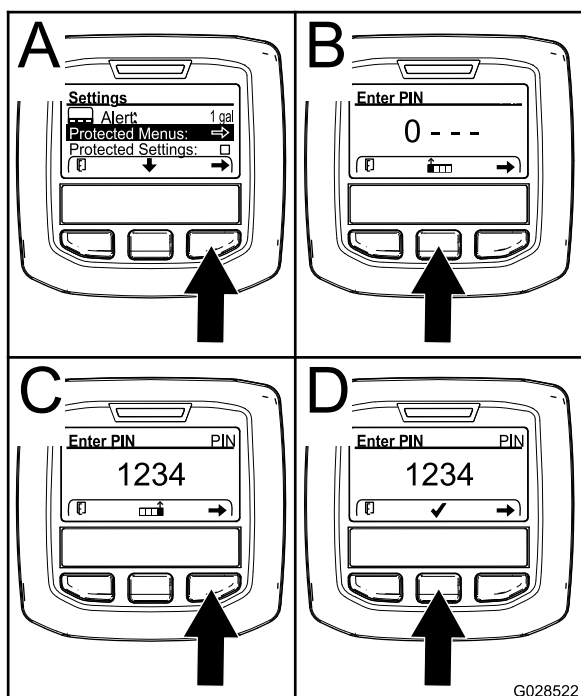

Figure 61
- Appuyez sur le bouton de sélection central (B de Figure 61) pour augmenter la valeur numérique (0 à 9).
- Appuyez sur le bouton de sélection droit (C de Figure 61) pour amener le curseur à la valeur numérique suivante à droite.
Remarque: Une coche s'affiche alors au-dessus du bouton central (D de Figure 61).
- Appuyez sur le bouton de sélection central (D de Figure 61) pour saisir le mot de passe.
- Appuyez sur le bouton de sélection droit pour sélectionner les menus protégés (A de Figure 61).